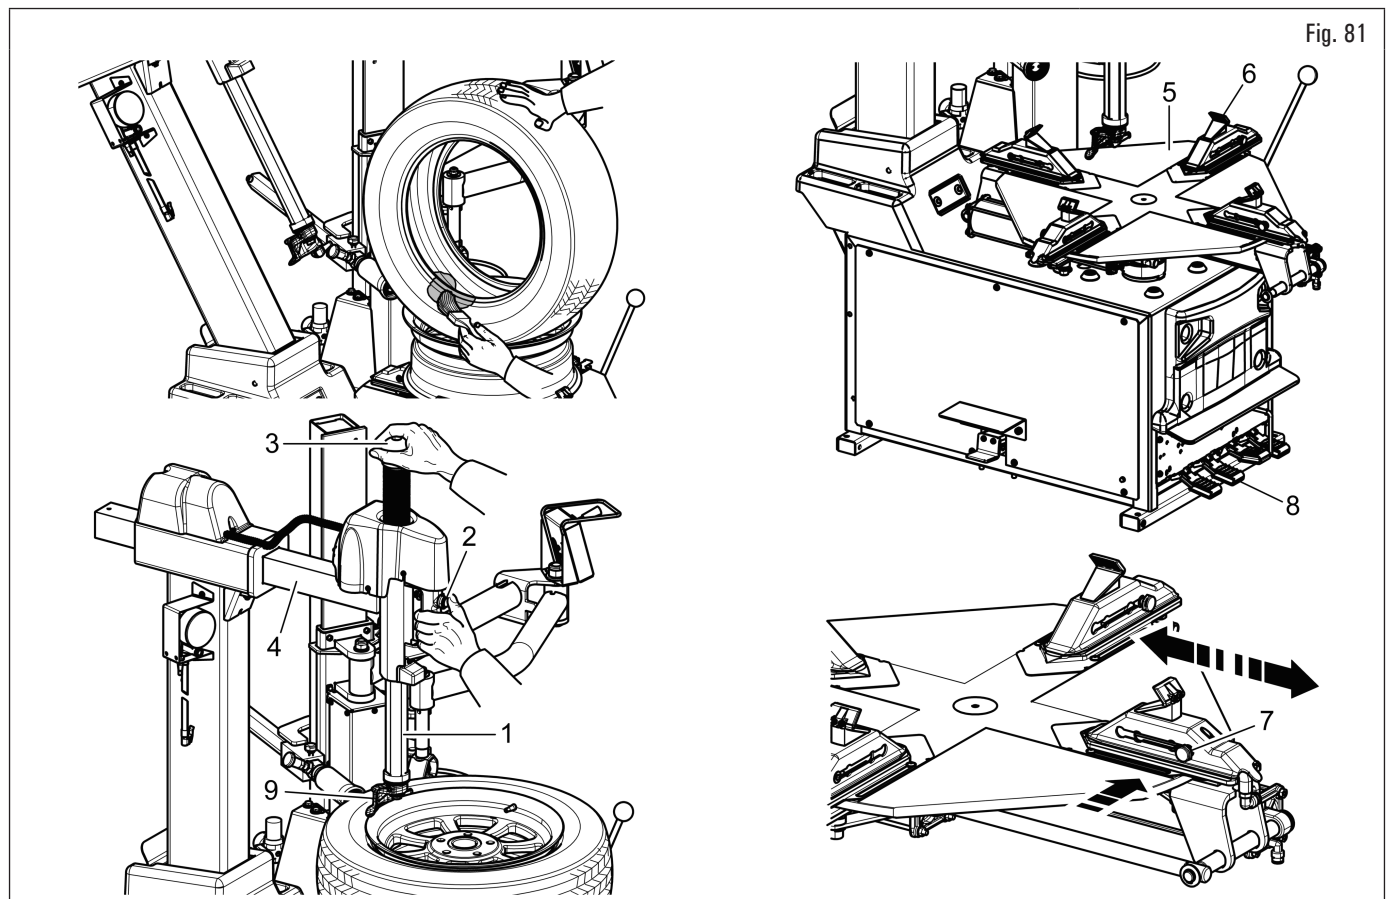

Fig. 81
1. lubrifiez les flancs du pneu avec une pâte de lubrification pour pneus (comme indiqué sur la Fig. 81) ;
2. débloquent l'arbre hexagonal (Fig. 81 réf. 1) à l'aide du poussoir prévu à cet effet logé sur la poignée (Fig. 81 réf. 2) et le faire buter vers le haut (Fig. 81 réf. 3). Commander le renversement du bras horizontal (Fig. 81 réf. 4) au moyen de la pédale correspondante ;
Pour que le blocage soit correct, positionner la roue au centre du plateau mandrin (Fig. 81 réf. 5). Contrôler que le blocage de la roue par les griffes (Fig. 81 réf. 6) soit symétrique.
1. positionner les quatre griffes auto-centreuses à travers le poussoir approprié (Fig. 81 réf. 7) en correspondance du range de blocage désiré ;
2. appuyer sur la pédale (Fig. 81 réf. 8) jusqu'à la position intermédiaire et positionner les 4 griffes de blocage (Fig. 81 réf. 6), de façon que le repère estampillé sur le mandrin se trouve environ en face du diamètre du pneu estampillé sur la partie coulissante ;
3. poser la roue sur le mandrin et, en appuyant la jante vers le bas, appuyer à fond sur la pédale (Fig. 81 réf. 8) pour bloquer la roue.
3. mettre le bras opérant (Fig. 81 réf. 4) en position de fonctionnement ;
4. débloquer l'arbre hexagonal (Fig. 81 réf. 1) et positionner la tête outil (Fig. 81 réf. 9) en appui en sens radial et vertical sur la jante, puis le bloquer au moyen du poussoir sur la poignée (Fig. 81 réf. 2) ;